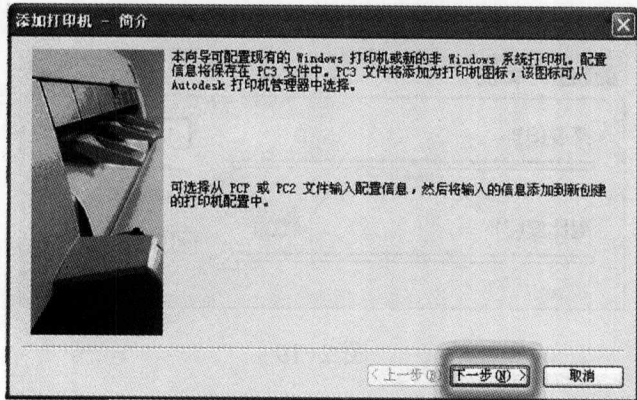

图 2-23
(3) 双击【添加打印机-简介】“Add-A-Plotter Wizard”图标后，弹出如图 2-23 所示的设置面板，在设置面板中单击“下一步”按钮。